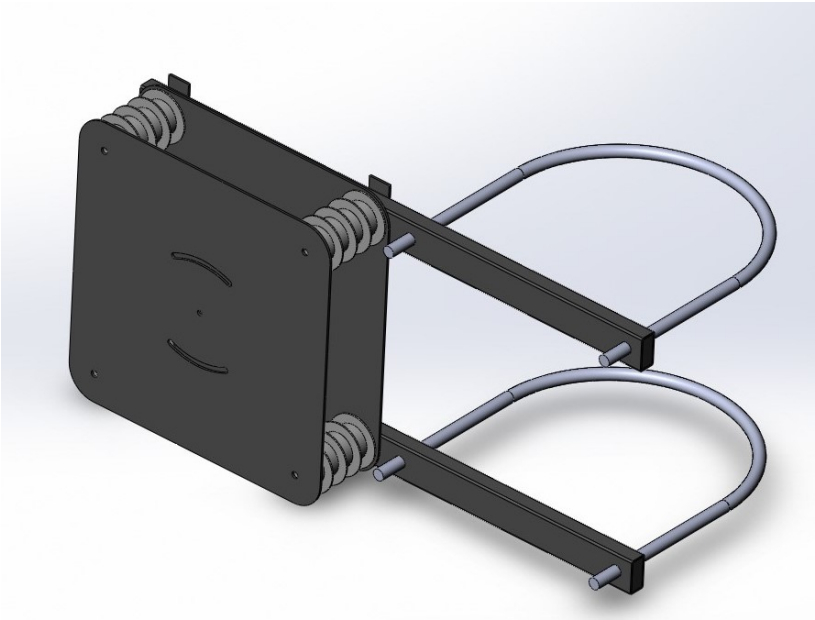

Рисунок 1 – Общий вид кронштейна для установки тепловизионной IP-видеокамеры «Synergo IPS - IR» на опору
- закрепить на корпусе изделия (в соответствии с проектным решением) установочный кронштейн (Рисунок 1) с помощью болтов, входящих в крепежный набор комплекта поставки;